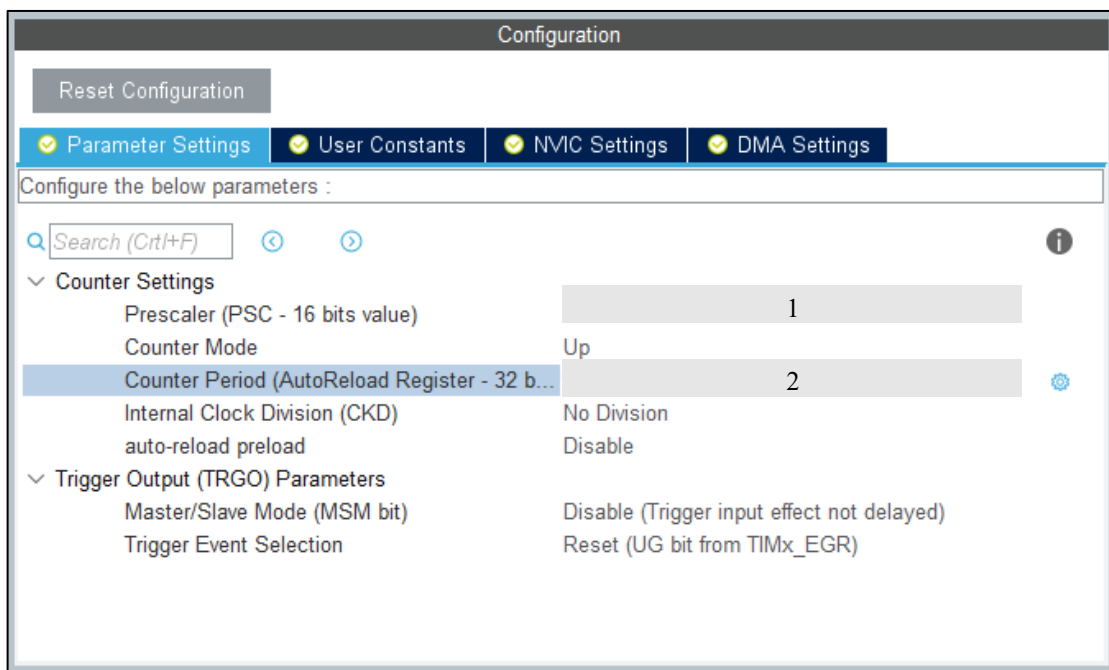

图 6 Cube 中关于定时器的配置
在某次嵌入式实验中，要求使用 STM32F407 的定时器 TIM2（总线频率 84MHz）实现 LED 灯以 1s 为周期的翻转控制，某位同学在 Cube 中的配置以及 Keil 中的代码段如图 6 和图 7 所示：
(2) (2 分) 根据实验要求, 采用 TIM2, 如图 6 所示 Cube 中参数 1 配置为\_\_\_\_\_, 参数 2 处配置为\_\_\_\_\_。